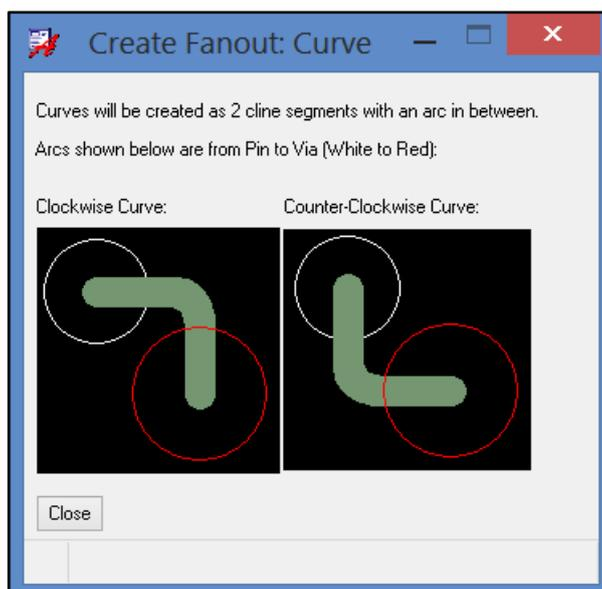

Рис. 6.62 Иллюстрация опции Curve.
- **Curve Cw/CCw** – Для объяснения данной опции достаточно посмотреть на Рис. 6.62.